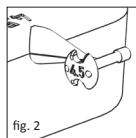

fig. 2
■ **fig. 1a, 1b/2** O disco medidor (fig. 1a, 1b) para próteses totais possui oito medidores individuais disposto em forma de satélite e com comprimentos diferentes (3.0-7.0 mm). O comprimento é indicado no lado posterior de cada medidor (fig. 2). As aberturas e orifícios destinam-se a reduzir o peso, bem como a proporcionar uma melhor visão global durante a medição do ouvido médio.